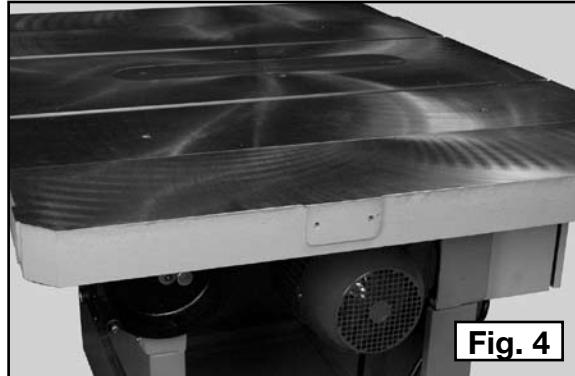

Fig. 4
Cet appareil est fourni avec deux rallonges de table. Fixer la rallonge à l'aide des deux trous taraudés (A) fig. 4, pratiqués sur le côté droit de l'appareil.